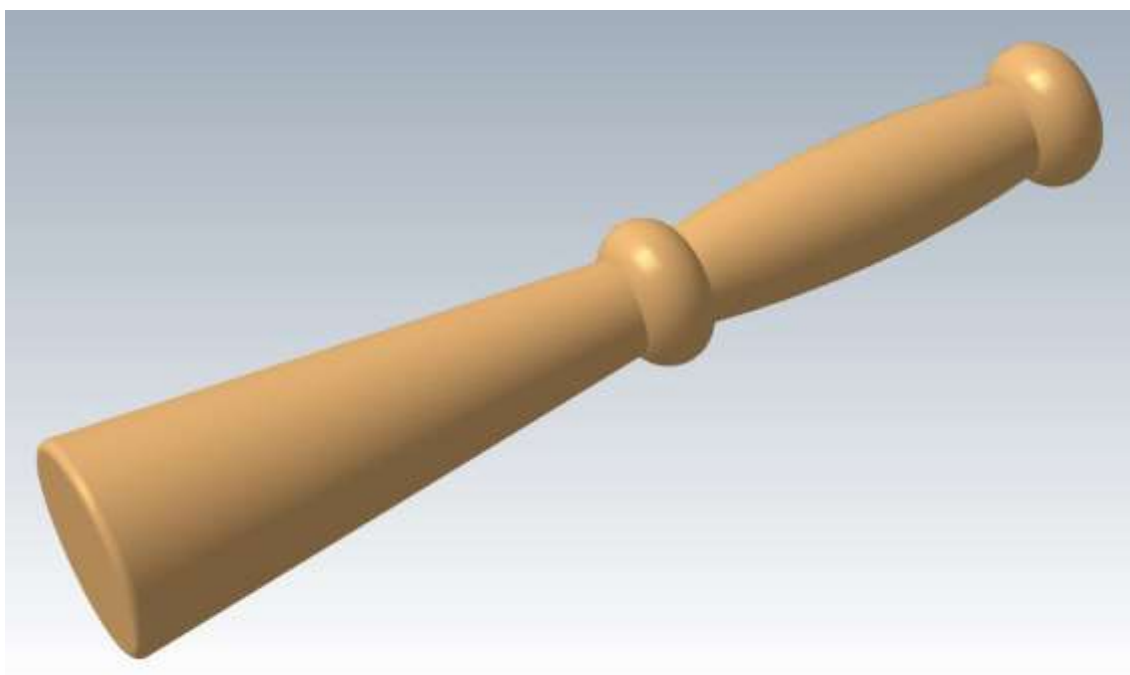

Рис. 1
1. По данному образцу (Рис. 1) разработайте технологическую карту (Таблица 1) по изготовлению пресса;